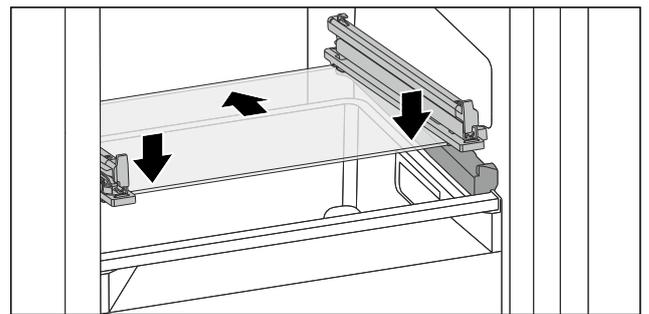

Fig. 108 Glasplatte des abklippbaren Schubfachs
- ▶ Glasplatte schräg hinter den Stopperrn aufsetzen. (siehe Fig. 108)